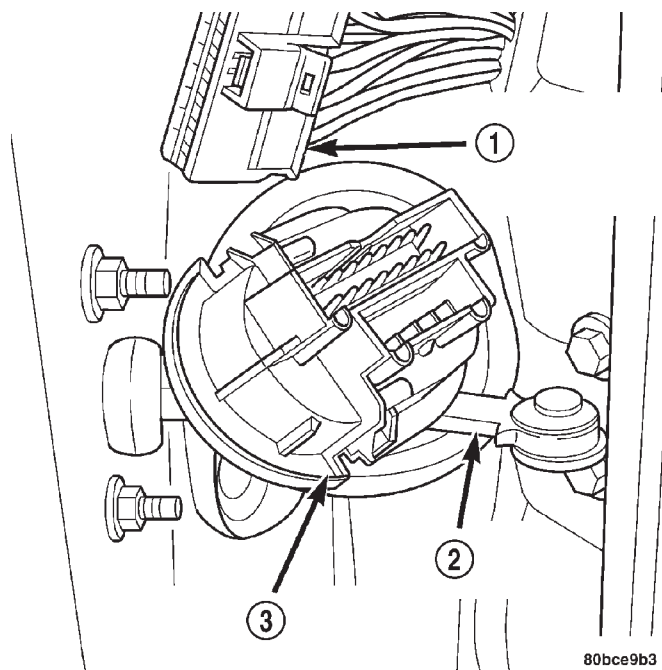

Fig. 1 CONECTOR DEL MAZO DE CABLES DEL PARANTE A
(15) Retire los conectores de mazo de la puerta del parante A izquierdo y derecho (Fig. 1).